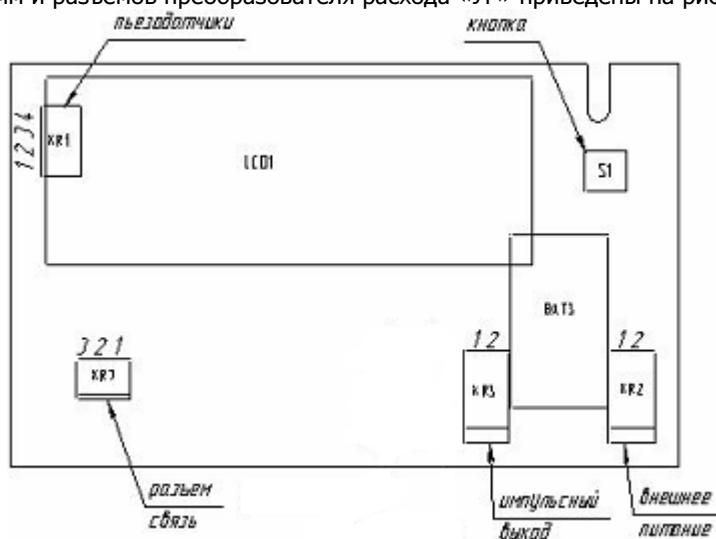

рис. 6.16
6.6.1 Расположение клемм и разъемов преобразователя расхода «УР» приведены на рис. 6.16